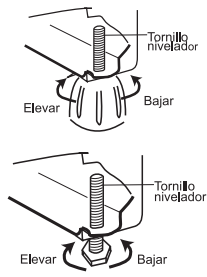

Figura 1.
- Para subir o bajar su refrigerador siga las instrucciones de la figura 1.
- NIVELE EL REFRIGERADOR, retire las bases de madera y ajuste los tornillos niveladores (FIGURA 1).